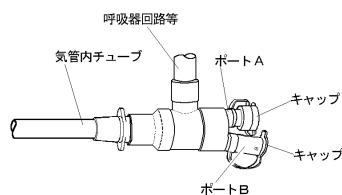
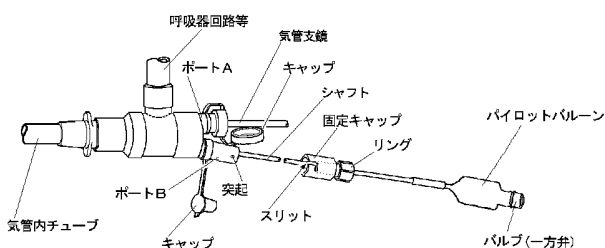

図2.
図3.
- ②確認後、固定キャップのリングを左に回して固定を解除すること。
- ③ポートA及びポートBの各キャップを閉めた状態のシーベルコネクタを、気道確保を目的として挿管した気管内チューブ内に挿入した後、呼吸器回路等をシーベルコネクタの回路接続部に接続すること。（図2参照）
- ④シーベルコネクタのポートAのキャップを外し、気管支鏡を挿入すること。（図3参照）
- ⑤シーベルコネクタのポートBのキャップを外した後、気管支鏡下に、ポートBよりブロッカーチューブを気管内チューブ内に挿入すること。（図3参照）
- ①気管支鏡やサクシジョンチューブは、ポートAのキャップを外して、挿入すること。（図3参照）
- ②気管支鏡やサクシジョンチューブを挿入しない場合は、ポートAのキャップは、確実に閉めておくこと。
- ③ブロッカーチューブの交換等、ブロッカーチューブを抜去した状態で、一時的に呼吸管理を行う場合は、各ポートのキャップを確実に閉めておくこと。（図2参照）
- ④気管支鏡やサクシジョンチューブ等を同時に挿入する際（緊急時等）は、ポートAのセカンドキャップを外すこと。